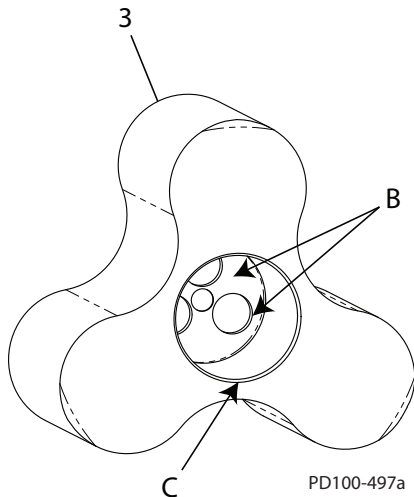

Figura 55 - Detalhes do Rotor
1. Os furos do eixo dos rotores (Figura 55, item 3) devem estar limpos e livres de rebarbas e de detritos (Figura 55, item B). O chanfro da borda (item C) deve estar livre de rebarbas para evitar danos aos anéis em O.